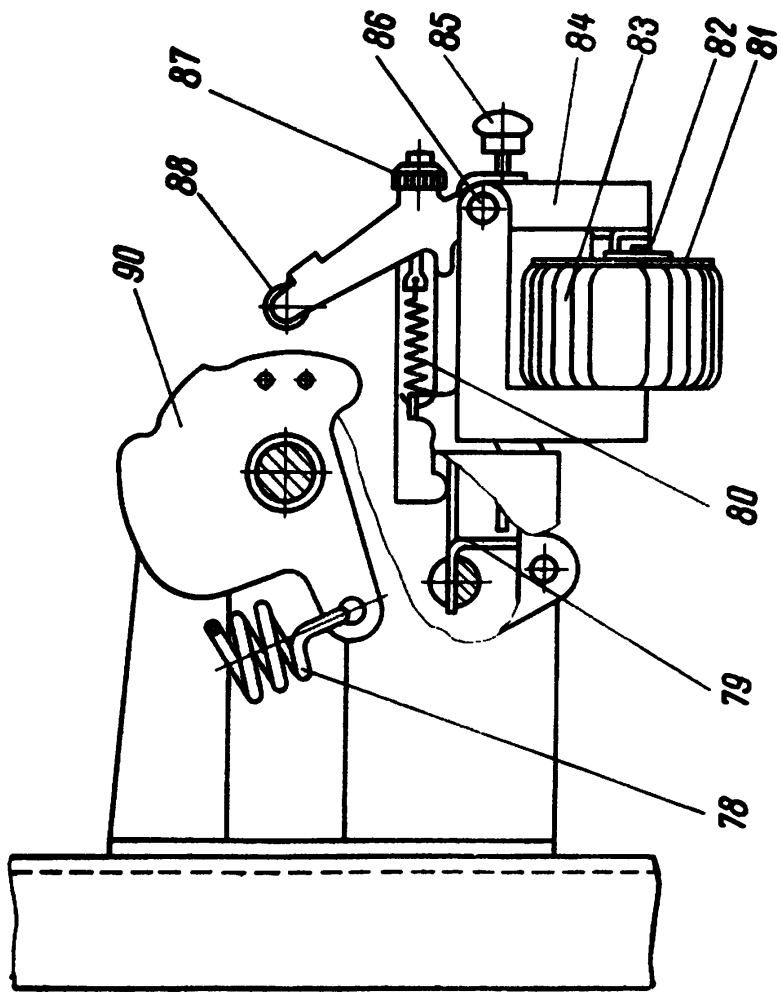

Рис. 19. Минимальный расцепитель
- перегорела катушка 83 (рис. 19) специального расцепителя
- разрегулировалась или вышла из строя пружина 80 (рис. 19)
Слабое натяжение пружины 80 (рис. 19 и 20)